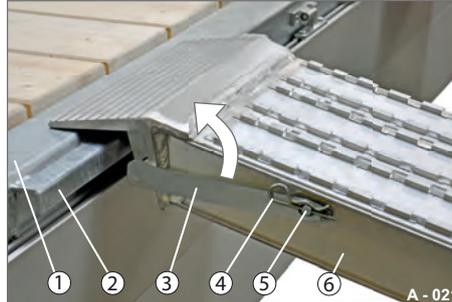

Abb. 26 Auffahrbohlen absetzen
- ▶ Federstecker (Abb. 26/4) aus dem Haltebolzen (Abb. 26/5) herausziehen.
- ▶ Sicherungshebel (Abb. 26/3) nach oben schwenken.
- ▶ Auffahrbohle (Abb. 26/6) von der Ladeflächenkante (Abb. 26/1) herunterheben und langsam und sicher auf dem Boden ablegen - nicht fallen lassen.